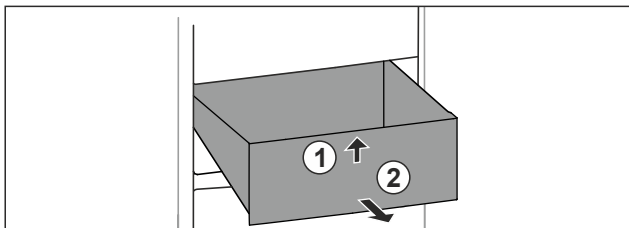

Fig. 115
- Podignite ladicu sprijeda. Fig. 115 (1)
- Izvadite ladicu prema naprijed. Fig. 115 (2)